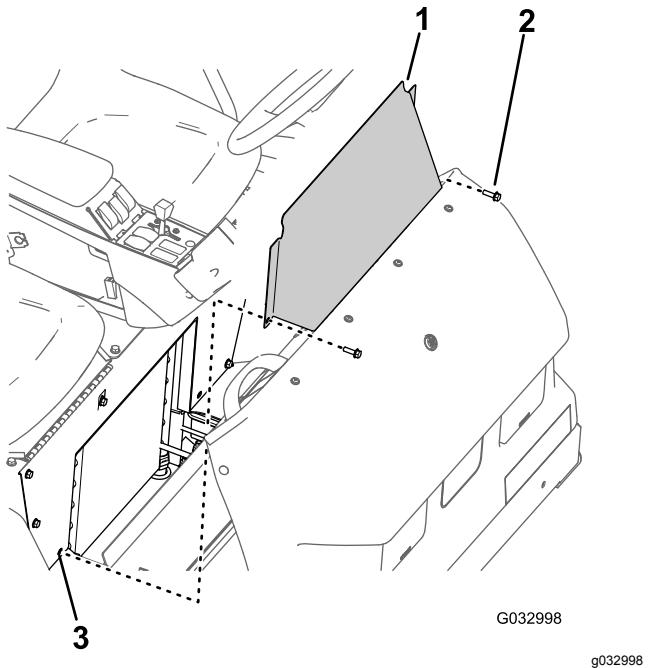

Рисунок 61
- Выверните два болта с фланцевыми головками, которые крепят панель доступа к основанию сиденья (Рисунок 61).
- Снимите панель доступа к основанию сиденья с машины (Рисунок 61).
- Совместите отверстия в панели доступа к основанию сиденья с отверстиями в основании сиденья (Рисунок 61).
- Прикрепите панель доступа к основанию сиденья с помощью двух болтов с фланцевыми головками (Рисунок 61), снятыми при выполнении пункта 1 раздела Демонтаж панели доступа к основанию сиденья (страница 60).